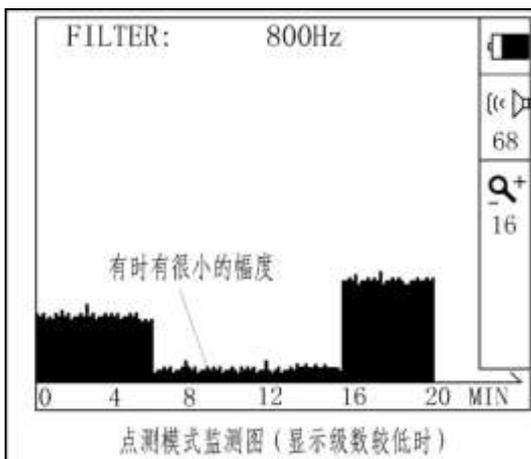
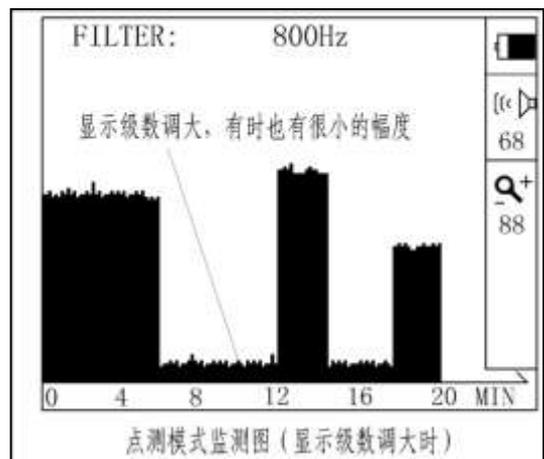

图 9.6
图 9.7
- a) 如果无论将显示级数调小或调大，凹处的幅度都很小，可判断该处附近无漏点（见图 9.6 和图 9.7）：